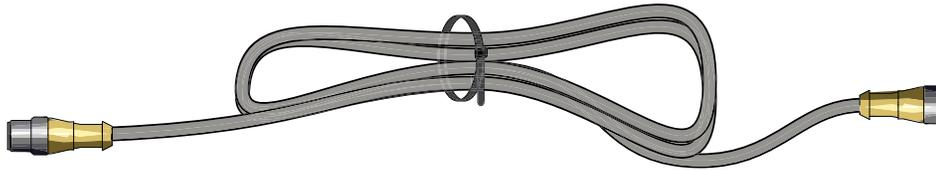

Figura 27
1. Enrolle el exceso de cable juntando los 2 lados del rollo para aplanarlo (Figura 27).
2. Utilice una brida para fijar el exceso de cable y hacer un rollo plano (Figura 27).